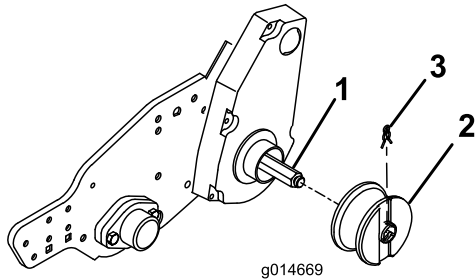

Figure 10
3. Insérez une roue sur chaque arbre et fixez-la avec un clip (Figure 10).